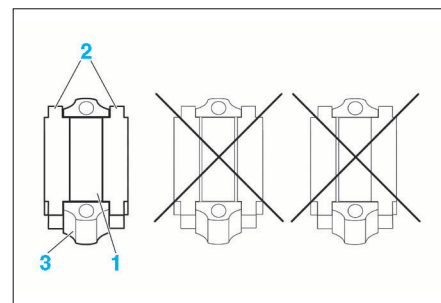

FIG. 69
- Monter les segments huilés sur les pistons en commençant par le segment racleur (6) puis celui d'étanchéité (7) et enfin le segment coup de feu (8) en plaçant les marquages " Top " vers la tête du piston. Tiercer les segments à 120°, en les décalant par rapport à l'axe de piston et à la coupe du segment racleur.
- Monter dans leur chapeau, les coussinets (1) huilés suivant la classe déterminée pour chaque maneton. Ils doivent parfaitement être centré sur la bielle (3) et le chapeau. Utiliser pour cela l'outil (2) PSA 0194.P (Fig. 69).